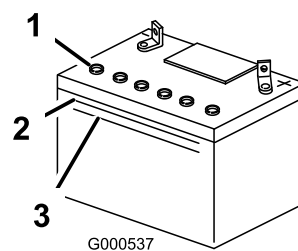

Bild 33
3. Entfernen Sie die Entlüftungsdeckel von der Batterie (Bild 33).
4. Gießen Sie langsam destilliertes Wasser in jede Batteriezelle, bis der Säurestand die obere Linie (Bild 33) am Batteriegehäuse erreicht.
2. Sehen Sie sich die Seite der Batterie an. Der Füllstand muss bis zur oberen Linie reichen (Bild 33). Der Säurestand darf nicht unter die untere Linie fallen (Bild 33).
destilliertes Wasser in jede Batteriezelle, bis der Säurestand die obere Linie (Bild 33) am Batteriegehäuse erreicht.